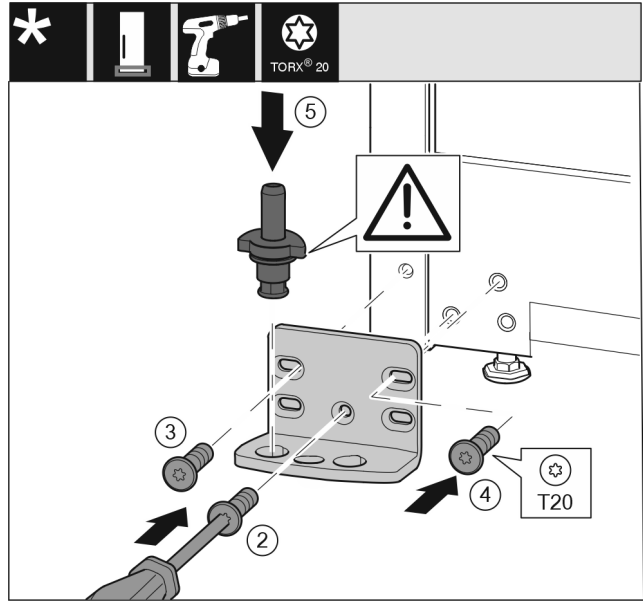

Fig. 18
- Lagerbock auf der anderen Seite ansetzen und mit Hilfe eines Schraubendrehers T20 anschrauben. Mit Schraube 2 unten in der Mitte beginnen. Fig. 18 (2)
- Schraube 3 und 4 festschrauben. Fig. 18 (3,4)
- Lagerbolzen komplett einsetzen. Dabei darauf achten, dass der Rastnocken nach hinten zeigt. Fig. 18 (5)